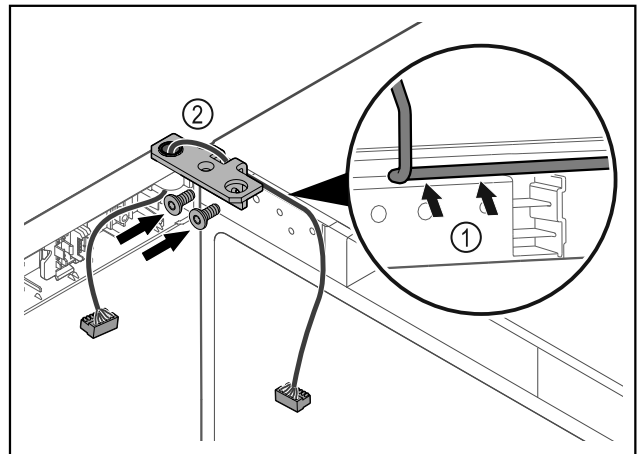

Fig. 45
- ▶ Guíe el cable a través del hueco del soporte de la bisagra y colóquelo con cuidado Fig. 45 (1).
- ▶ Atornille el soporte de la bisagra Fig. 45 (2).